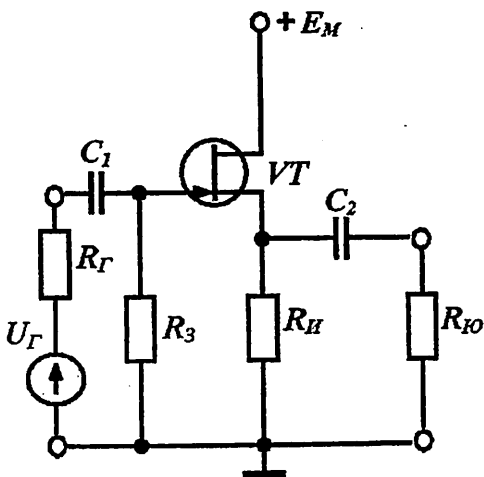

Рисунок 8.1. Схема каскада усилителей на базе ПТ в
*Каскад усилителя подключен к схеме ОИ.* Принципиальная схема каскада усилителей на основе ПТ с подключенным ОИ показана на рис. 8.1. В схеме используется ПТ, управляемый  $n$ -канальным  $p$ - $n$  переходом.